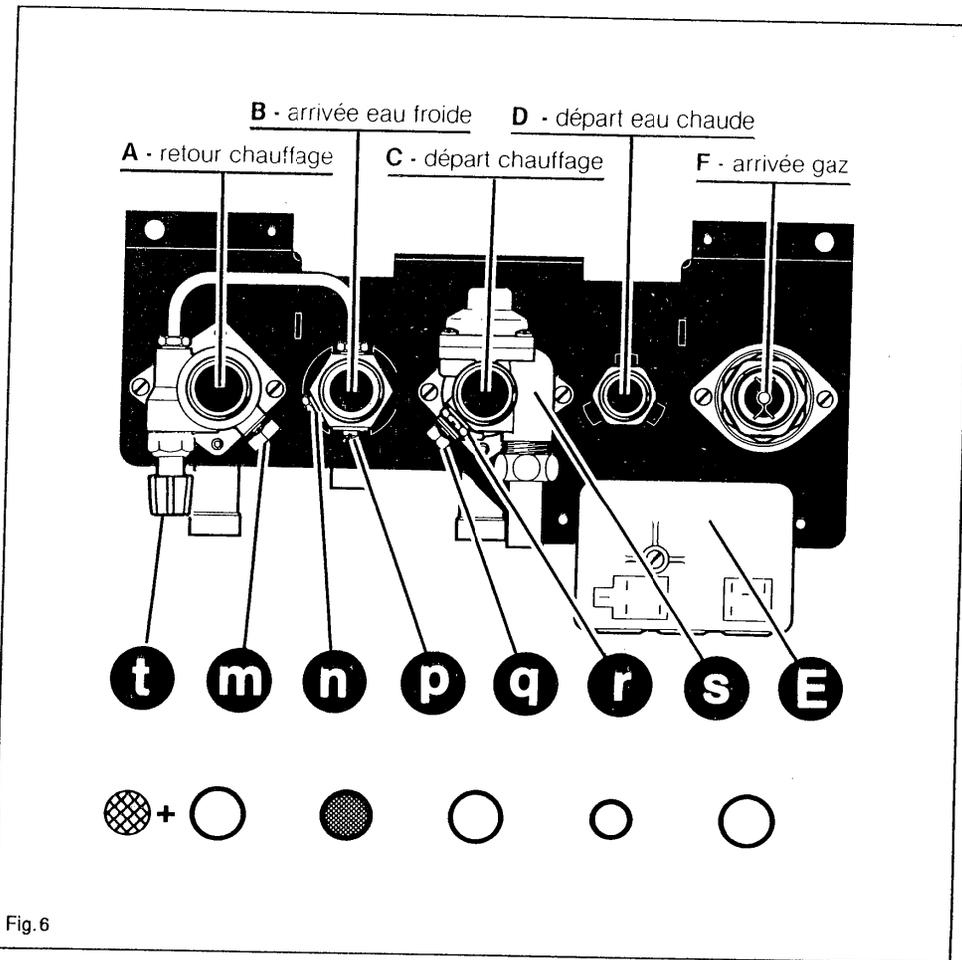

Fig. 6
- Brancher les connecteurs électriques sur le bornier (E) fig. 6.